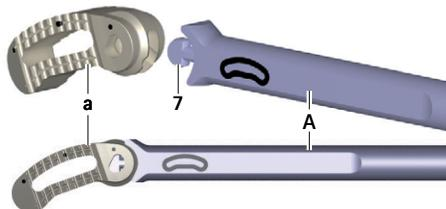

Рис. 7 Подсоединение рабочего имплантата к установочному инструменту
- ▶ Вставить рабочий имплантат а в защитной упаковке в двугранный угол 7 установочного инструмента A, см. Рис. 7. При этом следить за ориентацией рабочего имплантата (ориентация определяется по надписи на установочном инструменте).
- ▶ Подсоединить установочный инструмент А in situ к рабочему имплантату а, см. Рис. 7.